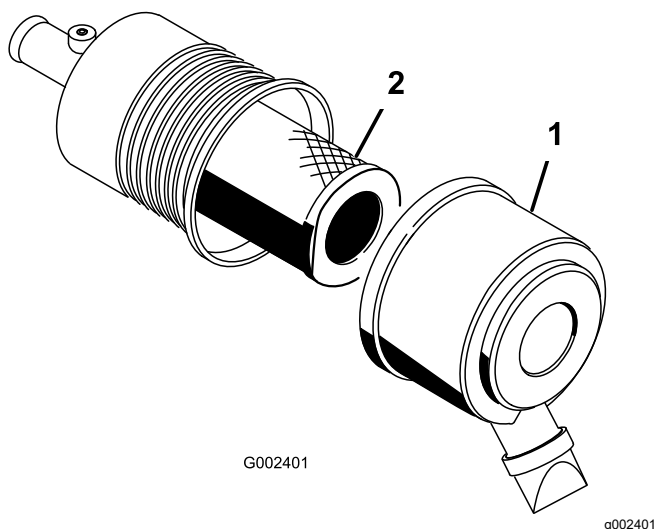

Bild 43
1. Lösen Sie die Riegel am Luftfilter und ziehen Sie die Abdeckung vom Luftfiltergehäuse ab (Bild 43).
3. Schieben Sie den Filter vorsichtig aus dem Luftfiltergehäuse heraus (Bild 43).
5. Schieben Sie den Filter vorsichtig auf das Gehäuserohr (Bild 43).
6. Bringen Sie die Luftfilterabdeckung mit der Seite nach oben an und rasten Sie die Riegel ein (Bild 43).